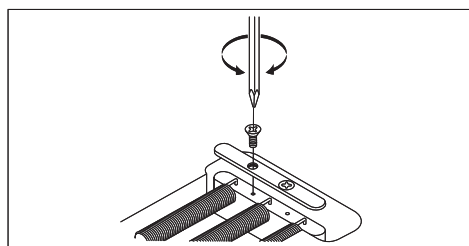

Fig. 27
- \* Le vibrato EDGE-PRO est équipé d'un mécanisme de verrouillage du bloc assurant la fixation des ressorts au bloc. Avant de changer le nombre de ressorts ou la façon dont ces derniers sont installés, retirez le mécanisme de verrouillage du bloc à l'aide d'un tournevis cruciforme (Fig. 27).